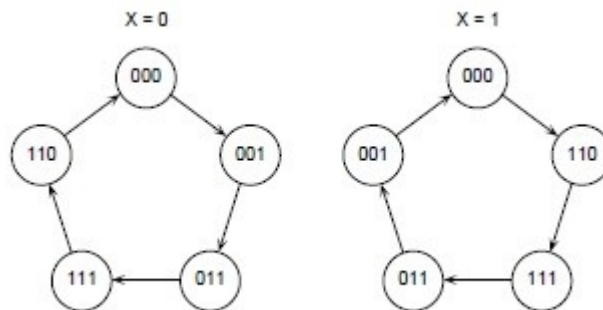

Figura 1
2) Projete um circuito sequencial síncrono que produza as sequências indicadas na figura 1, de acordo com a variável X. Se inicialmente, ou então devido a uma anormalidade, surgir um dos estados não previstos (010, 100 ou 101), o circuito deve reagir do modo a que o próximo estado seja 000.